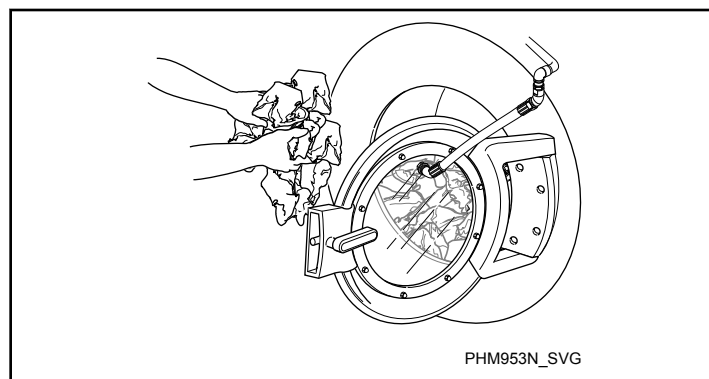

Abbildung 46
3. Die Maschine nach Möglichkeit stets bis zur Kapazität befüllen. NICHT ÜBERFÜLLEN. Siehe *Abbildung 46*.